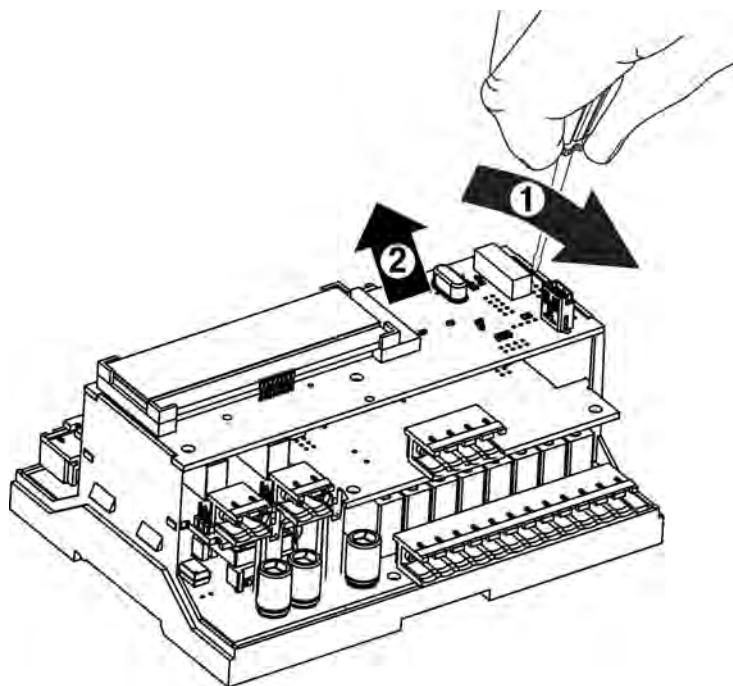

Рисунок 8.10 – Схема разборки ПР200. Демонтаж верхней платы
3. Отверткой поддеть верхнюю плату у разъема USB, аккуратно отделить от штыревых разъемов средней платы (см. рисунок 8.10).